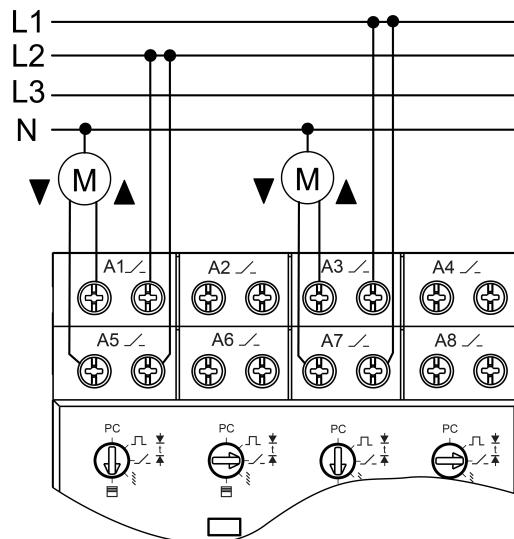

Bild 5: Anslutningsexempel jalusilaster
- Anslut laster enligt anslutningsexemplet jalusilaster (bild 5).